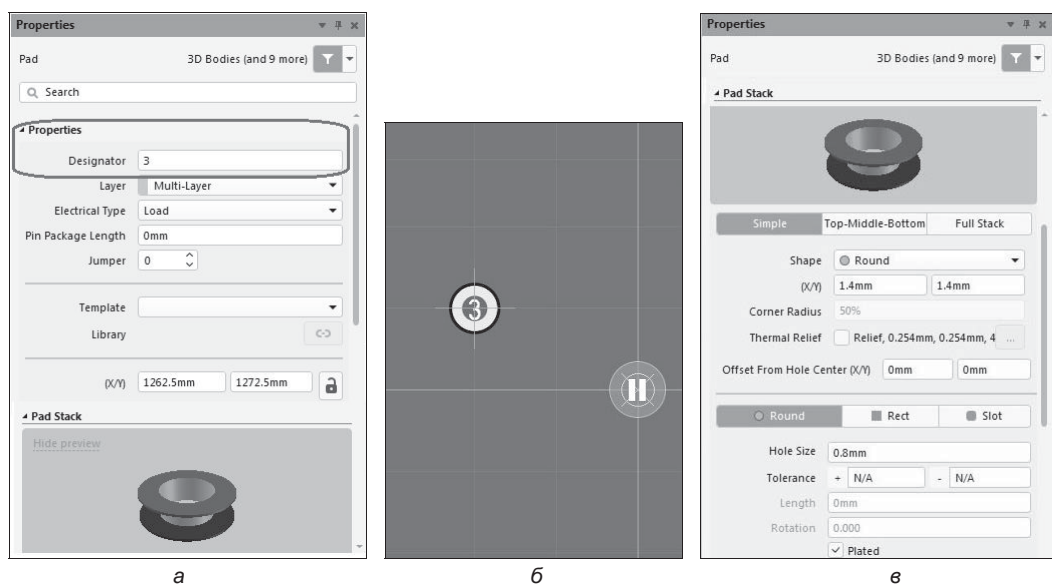

Рис. 2.11. Редактирование и размещение контактных площадок: а — присвоение порядкового номера; б — КП на поле графического листа; в — настройка структуры КП
- в секции **Properties** панели **Properties** (рис. 2.11, а) из всех настроек следует выполнить одну — присвоить обозначению КП (**Designator**) номер 1;
- в секции **Pad Stack** (рис. 2.11, в) настроить структуру КП со сквозным монтажным отверстием:
- щелчком на значке  в главном окне программы (рис. 2.11, б) завершить редактирование и разместить КП в точку с заданными координатами — в соответствии с чертежом корпуса, представленным производителем компонента или опубликованным в справочной информации.